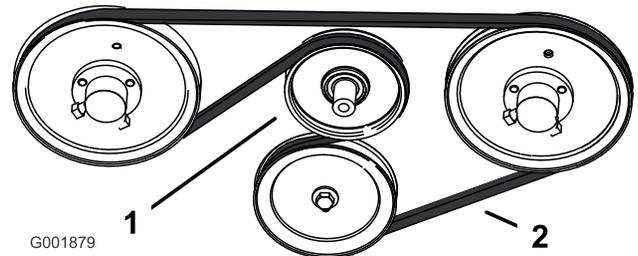

Bild 65
2. Ziehen Sie die federgespannte Spannscheibe nach unten und entfernen den Fahrtriabsriemen vom Motor und die Riemenscheiben der hydraulischen Pumpe (Bild 65). Ziehen Sie den Riemen von den Riemenscheiben ab.
3. Legen Sie einen neuen Riemen um die Motor- und Hydraulikpumpenscheiben (Bild 65).
4. Ziehen Sie den federgespannten Spannarm nach unten und richten Sie diesen unter dem Fahrtriabsriemen aus. Lösen Sie den Druck auf den federgespannten Spannarm (Bild 65).